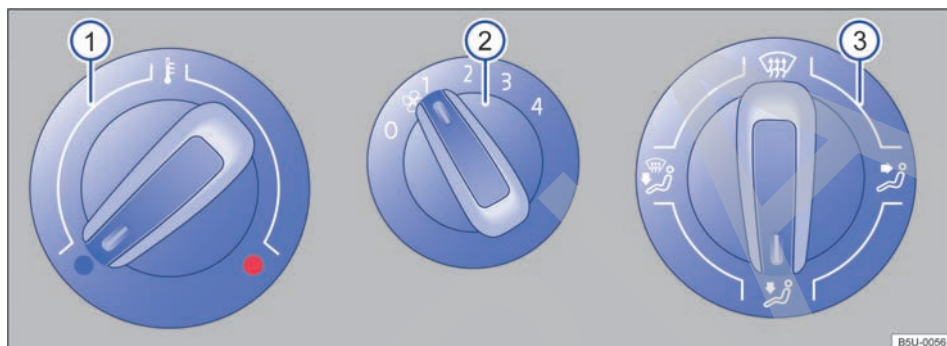
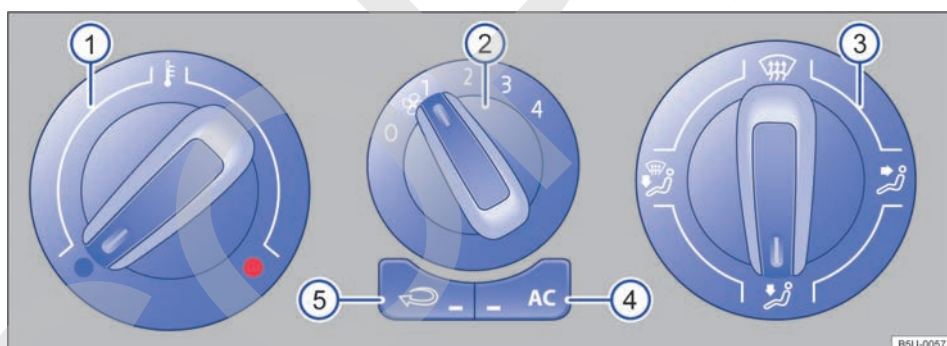

Fig. 121 En la consola central: comandos del sistema de ventilación y calefacción.
Fig. 122 En la consola central: mandos del aire acondicionado.
Tecla, regulador	Información complementaria del sistema de ventilación y calefacción ⇒ fig. 121 y aire acondicionado ⇒ fig. 122.
- En vehículos con sistema de calefacción, coloque el regulador de la temperatura ⇒ fig. 121  completamente hacia la derecha, a la posición máxima de calefacción.
- Colocar el regulador de distribución de aire ⇒ fig. 122 , en esta posición no se puede accionar el modo de recirculación de aire.